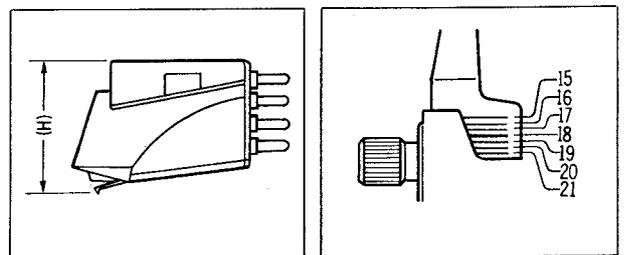

Fig. 16
- If the cartridge height is 18 mm as shown in the picture, lock the arm bearing support at the line indicated in the picture. (See Fig. 16) The arm height can be adjusted in 1 mm increments over a range of 6 mm.
- Falls die Höhe des Tonabnehmers 18 mm beträgt, wie in der Abbildung gezeigt, verriegeln Sie den Zapfenlagerträger an der in der Abbildung gezeigten Linie (Fig. 16).
- Si la hauteur de la cellule de lecture est de 18 mm, comme montré sur l'illustration, bloquer le support à pivot du bras à la ligne indiquée sur l'illustration. (Voir Fig. 16)